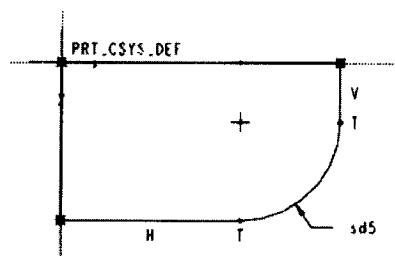

图 1-16
⑥ 执行“草绘”→“关系”，单击“增加”，输入 $sd5 = eval \text{ 图形}(\text{Graph1}, \text{trajpar} * 10)$ ，再按 Enter 键完成。 $sd5$ 是尺寸 5.00 的内部代号。如图 1-16 所示。